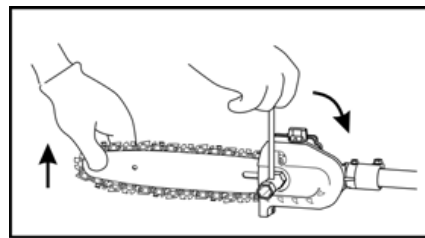

Fig. 11
5. Lever le guide et serrer l'écrou de serrage du guide de chaîne avec une clé à douille. (Fig. 11)